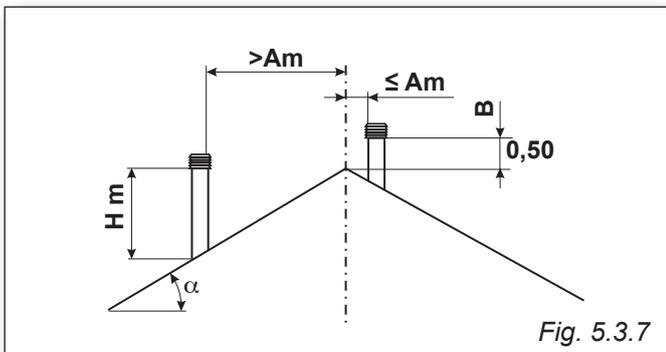

Fig. 5.3.7
Legenda Fig. 5.3.7: Tetto inclinato
(UK)Legenda Fig. 5.3.7: Tetto inclinato
(DE)Legenda Fig. 5.3.7: Tetto inclinato